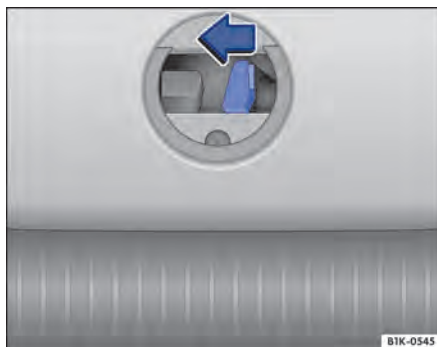

Fig. 85 Na tampa do compartimento de bagagem: destravamento de emergência da tampa do compartimento de bagagem (Passat).
- Retirar a cobertura circular do revestimento interno da tampa do compartimento de bagagem → Fig. 85.
- Pressionar a alavanca de destravamento no sentido da seta → Fig. 85. A tampa do compartimento de bagagem é destravada.